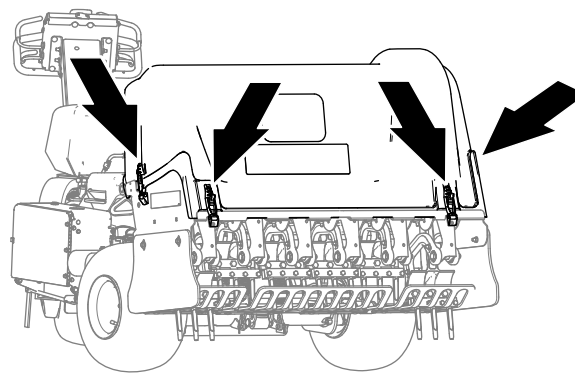

**Figura 147**
4. Se la macchina presenta un cordino di fissaggio del copricinghia CE, avvitate il bullone del cordino nel foro del copricinghia e serrate il bullone (Figura 147).